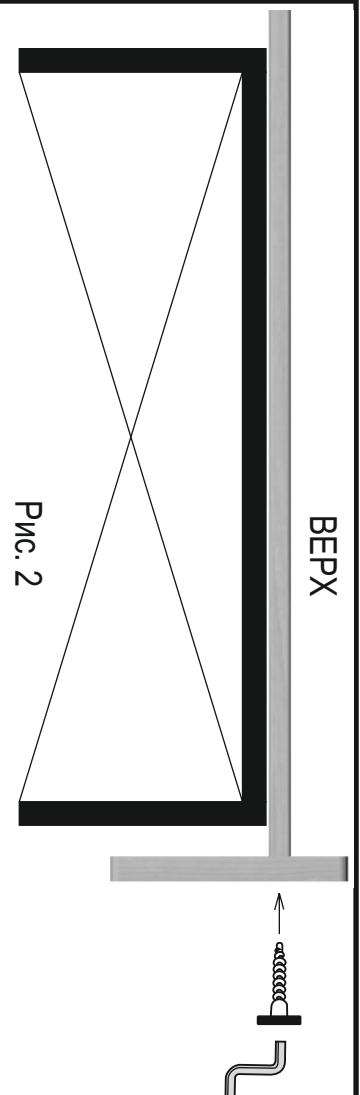

Рис. 3
4. Вставьте плечики (2) в эксцентрики стоек и затяните их (эксцентрики) крестовой отвёрткой по часовой стрелке (рис. 3);
5. Поставьте вешалку в вертикальное положение. Возьмите перекладину д. брюк (4), вставьте её в отверстие, расположенное сбоку стойки (рис. 3 и внешний вид), так, чтобы отверстие на конце перекладкины д. брюк (4) совпало с отверстием для самореза на стойке (рис. 3);
6. Закрутите саморез (6), зафиксировав тем самым перекладину д.брюк со стойкой.